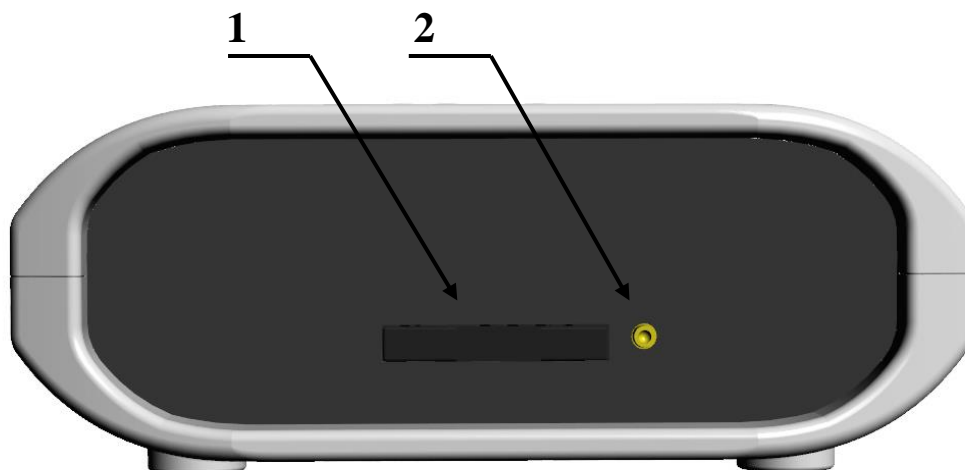

Рис. 2.1 Вид со стороны SIM-карты
4G/LTE-модем iRZ TL12 представляет собой компактное устройство в пластиковом корпусе. Внешний вид представлен на рис. 2.1, рис. 2.2 и рис. 2.3.
- достать SIM-лоток, нажав кнопку выталкивателя SIM-лотка (рис. 2.1);